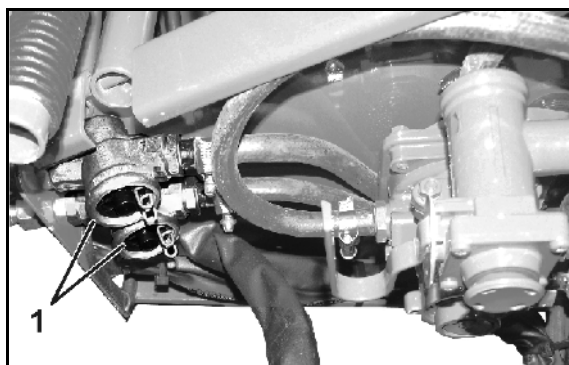

Fig. 158
1. Apertar a peça de fecho (Fig. 158/1) nas duas patilhas.
4. Apertar a peça de fecho (Fig. 158/1) nas duas patilhas.